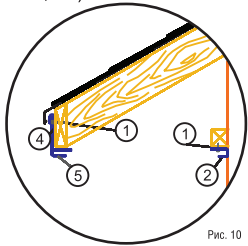

Рис. 10
3. В финишные планки (4) вставьте F-профили или J-фаски (5) (рис. 10, 11).